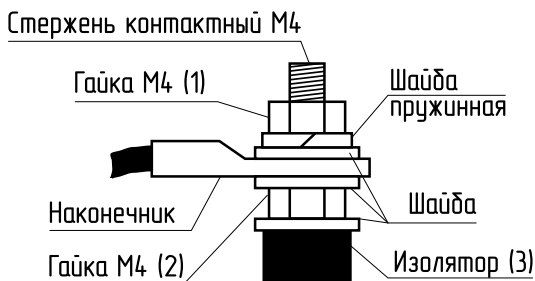

Рис.7 Присоединение проводов к выводам блок ТЭН
- При замене блок ТЭН присоединение фазных проводов к выводам блок ТЭН производить согласно **рис.7**. Сечение кабеля указано в таблице 1;
- Провод нейтрали «N» подключить на перемычку блока ТЭН (**рис.7**).